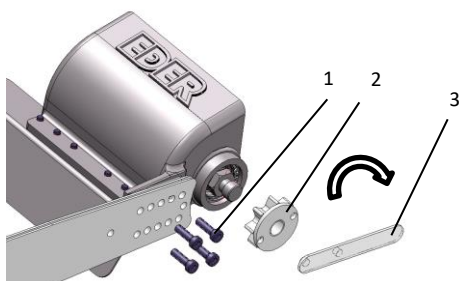

Fig. 2: Fissaggio della testa di scortecciatura al supporto
- > Serrare la rispettiva testa con le 4 viti M6x20 (**1** - Fig. 2). Controllare regolarmente il serraggio delle viti. La rispettiva testa può essere avvitata in diverse posizioni a seconda del modello di motosega. La corretta posizione di avvitamento è determinata dal fatto che la catena di trasmissione può essere sufficientemente tesa e anche serrata.
- > Avvitare il pignone di trascinamento sull' alloggiamento (**2** - Fig.2) e serrare il pignone di trascinamento con la chiave a perno (**3** - Fig.2).